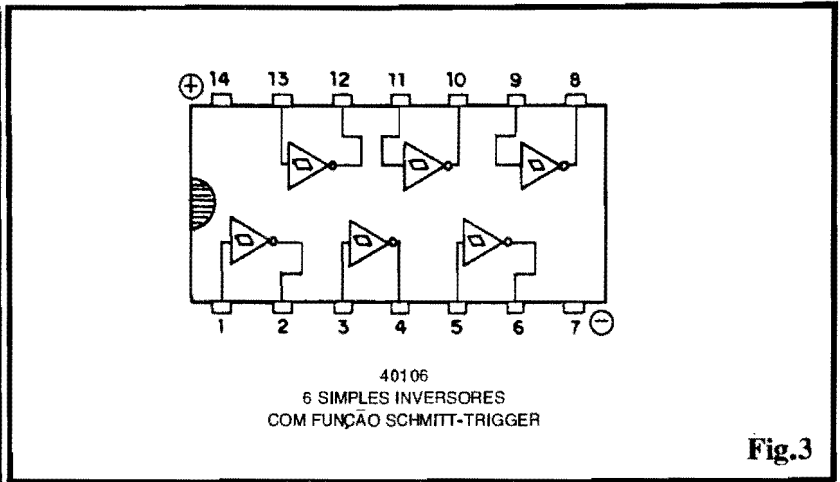

Fig. 3
- FIG. 3 - 40106 (6 simples inversores, com função S.T.) - Igual, em termos lógicos e em equivalência de pinagem, a um **sêxtuplo** inversor como o já visto 4069 (ARQUIVO TÉCNICO de ABC nº 20), o 40106 difere unicamente pelas suas funções **Schmitt Trigger**.